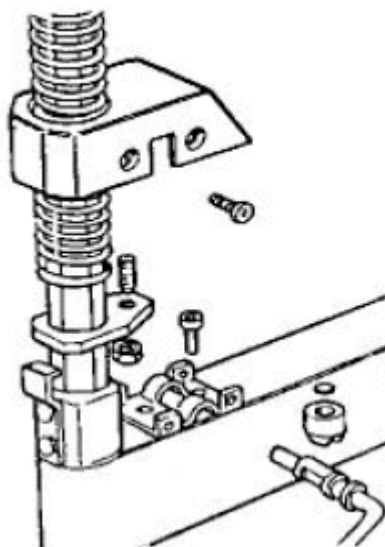

Рис. 10.
7. Если возникли проблемы с установкой монтажной руки или монтажная головка не поднимается на 1/8" над диском, отрегулировать болт, как показано на рис. 10.